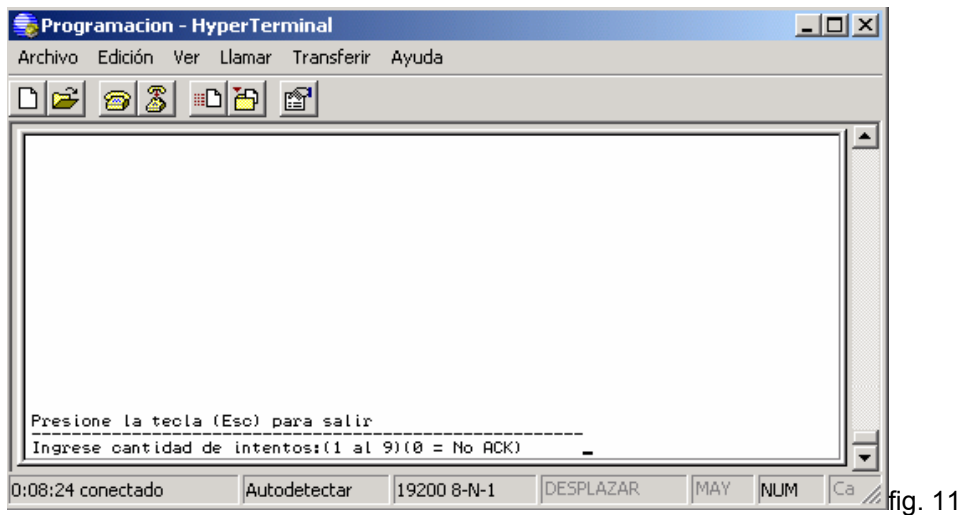

fig. 11
Si se ingresa en la opción (1) aparecerá la pantalla como muestra la fig. 11, donde se pueden setear los intentos de envío de datos a la PC. Si después de la cantidad de intentos seleccionados la base receptora continua sin respuesta de la PC se activa el buzzer de aviso de falta de comunicación, y el evento queda almacenado hasta que se reestablezca la conexión con la PC. La cantidad de intentos se pueden configurar de 1 a 9.